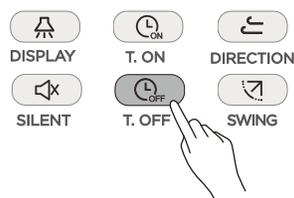

Figura 22
- ② Pressione ou , para ajustar as configurações do temporizador;
- ③ Uma vez que o ajuste foi feito, as informações do temporizador são enviadas à unidade interna.
① Pressione (vide Figura 22), o controlador remoto exibirá “temporizador desligado” e “0,0 h mais tarde” aparecerá na área do temporizador. Ajuste agora as configurações do temporizador desligado;